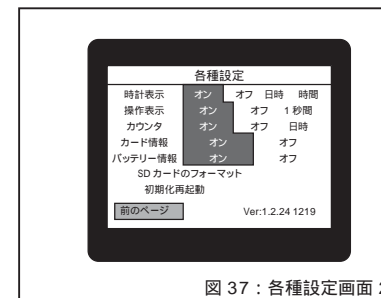

図 37：各種設定画面 2
- 各種設定画面の「次のページ」を選択すると、各種設定画面 2(図 37)が表示されます。